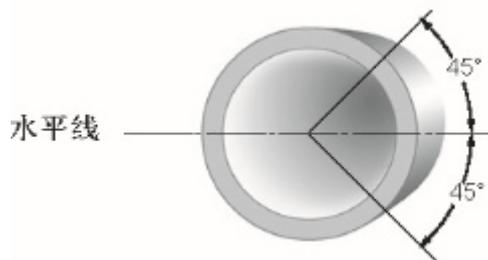

图3-7换能器安装角度示意图
(3) 换能器在水平管路上安装时，应选在自水平线  $\pm 45^\circ$  范围以内，如图3-7所示。